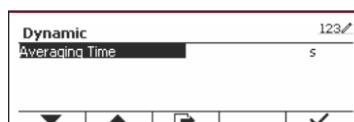

Figure 79
- Appuyez sur le bouton correspondant à l'icône  pour accéder au sous-menu de pesage dynamique afin de modifier la durée moyenne. (Voir Figure 79)